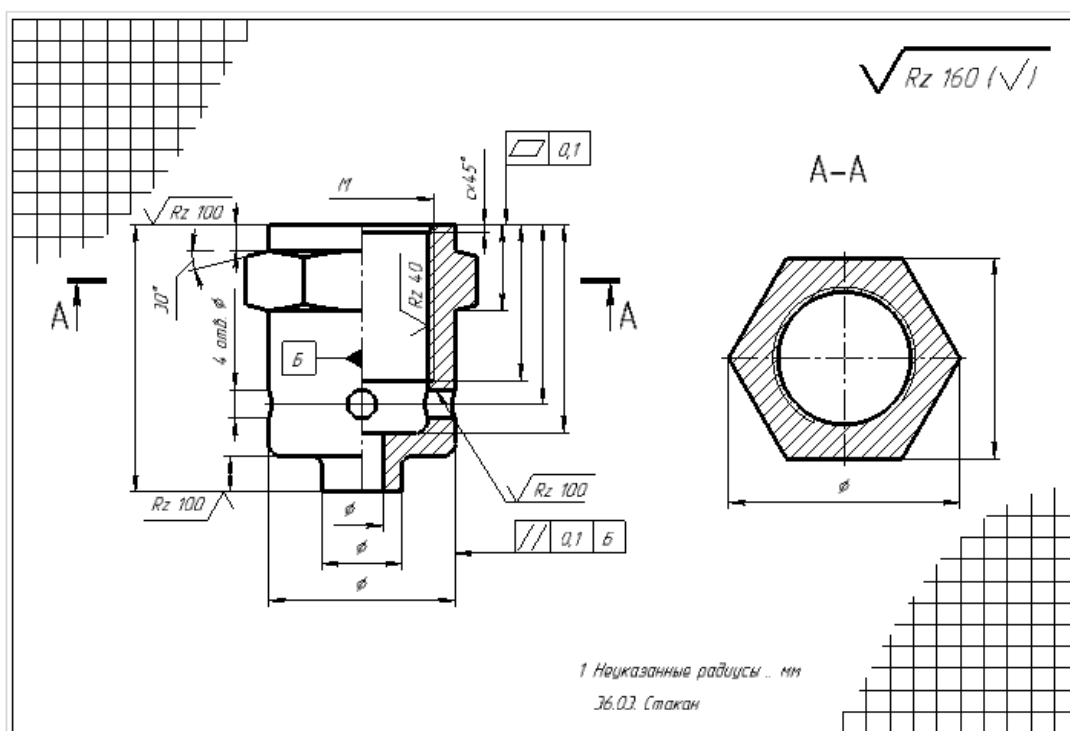

Рис.2. Образец выполненного задания контрольной работы
2. Рис.2
2. Рис.2	4. правильного ответа нет
10	Установите соответствие: допуски формы: Варианты ответов: А - допуск прямолинейности Б - допуск круглости В - допуск цилиндричности  Рис.1 Рис.2 Рис.3
11	Установите соответствие: допуски расположения: Варианты ответов: А - допуск формы Б – допуск расположения В - суммарный допуск формы и расположения  Рис.1  Рис.2  Рис.3  Рис.4  Рис.5